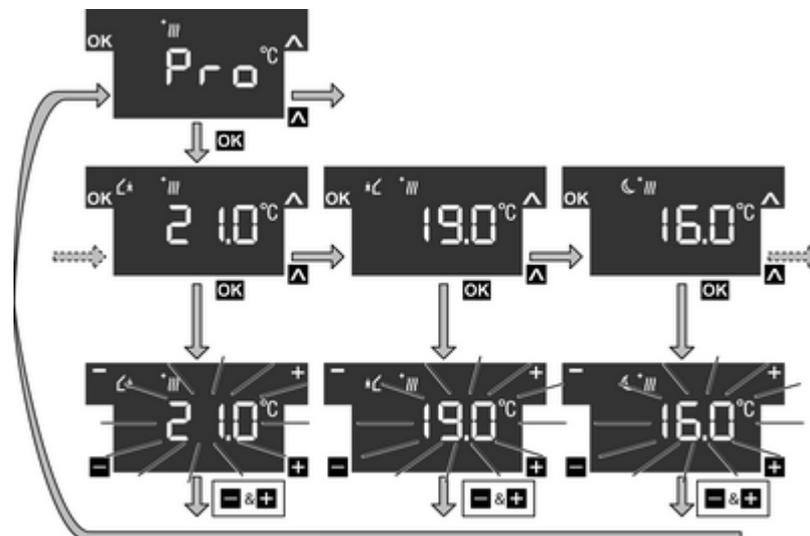

Bild 8
- Mit Sensorfläche **▲** den Menüpunkt **Pro** für den Heizbetrieb  $\star///$  oder Kühlbetrieb  $-///$  wählen und Sensorfläche **OK** betätigen (Bild 8).